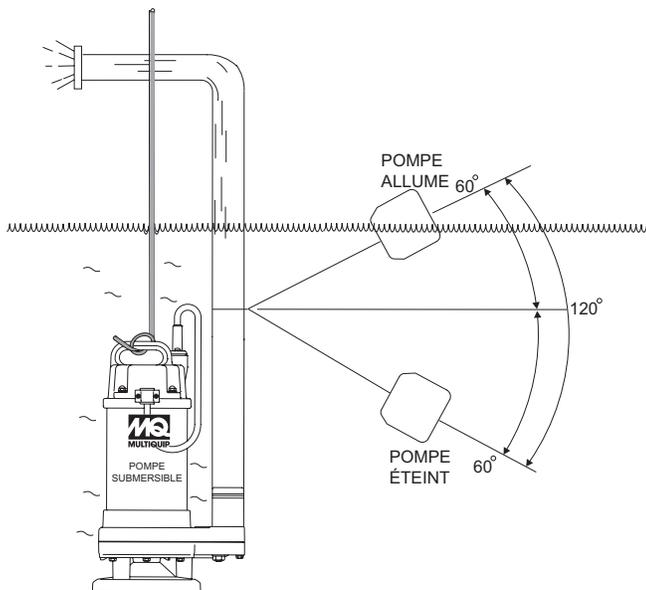
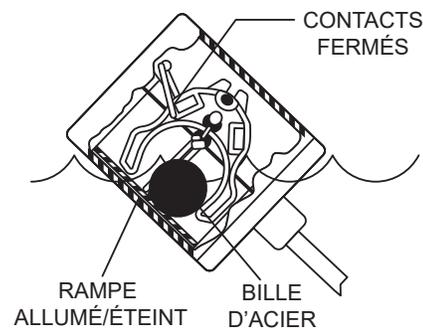
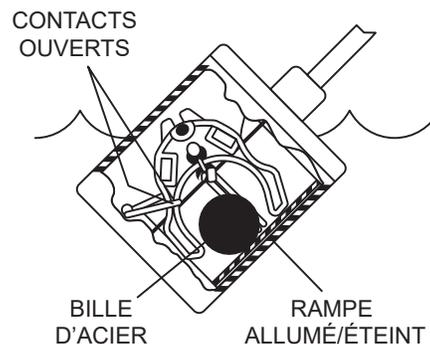

Figure 5. Plage de Pompage (Interrupteur à Flotteur)
Figure 6. Interrupteur à Flotteur (Fermé)
Figure 7. Interrupteur à Flotteur (Ouvert)
La commande de l'interrupteur à flotteur mécanique s'allume (se ferme) lorsque le flotteur bascule à 45 ° au-dessus de l'horizontale, indiquant un niveau élevé, et se désactive (s'ouvre) lorsque l'interrupteur à flotteur s'abaisse de 45 ° sous l'horizontale. Référence Figure 6 et Figure 7. La plage de pompage maximale est de 120 degrés. Voir la figure 5 ci-dessous.
1. Déterminez la longueur requise de l'attache du cordon comme indiqué à la figure 5 et au tableau 3.